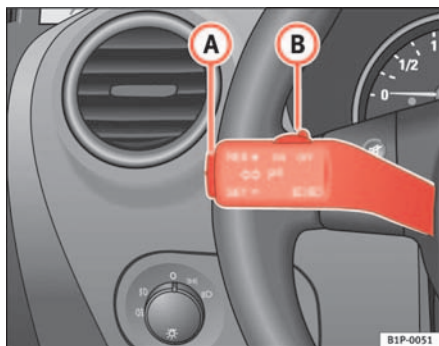

Abb. 127 Blinker- und Fernlichthebel: Schalter und Wippe für GRA
- Drücken Sie den oberen Teil der Wippe **RES** ⇒ Abb. 127 (A), um die Geschwindigkeit zu erhöhen. Solange Sie die Wippe gedrückt halten, beschleunigt das Fahrzeug. Sobald Sie die Wippe loslassen, wird die neue Geschwindigkeit gespeichert.
Wenn Sie die gespeicherte Geschwindigkeit durch Treten des Bremspedals verringern, ist die Regelung der gespeicherten Geschwindigkeit ausgeschaltet. Sie können durch einmaliges Drücken des oberen Teils der Wippe **RES+** ⇒ Abb. 127 (A) die Regelung wieder aufnehmen.